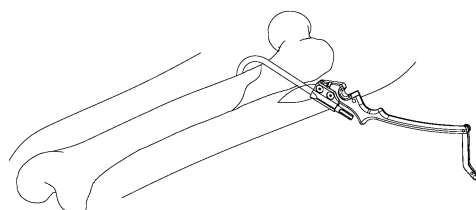
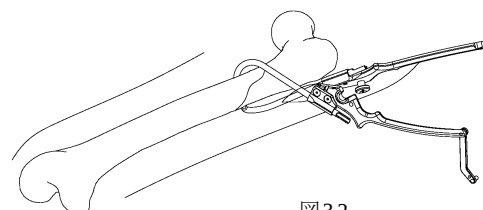

図3-1
図3-2
- 3) 分離させたパッサーの一方を前方から骨周囲へ導入し(図3-1)、もう一方のパッサーを後方から骨周囲へ導入します(図3-2)。